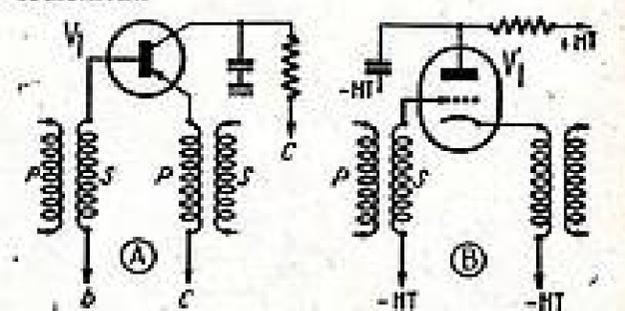

FIG. 3
b) Montage avec base à la masse, entrée à l'émetteur sortie au collecteur. Il correspond au montage grille à la masse (figures 3 A et 3 B).